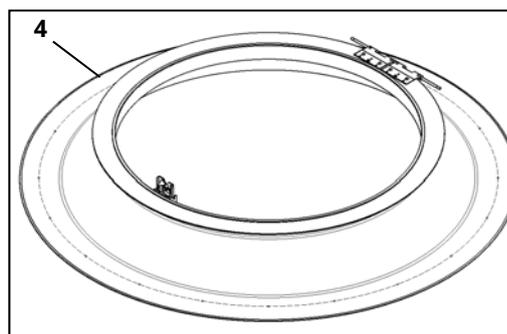

Bild 2: Befestigung Aufsetzkranz
Aufsetzkranz (4) nach den Anforderungen der DIN EN1991 auf der Unterkonstruktion befestigen. Die einzelnen Befestigungspunkte im Abstand von ca. 25 cm setzen (**Bild 2**). Dieses Befestigungsschema ist für den Dachmittenbereich ausreichend, in Bereichen mit höheren Soglasten können zusätzliche Maßnahmen erforderlich sein.